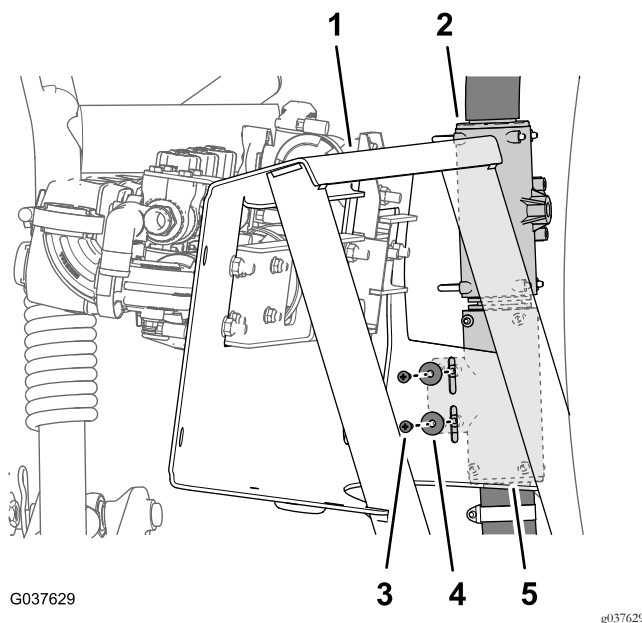

Figura 51
4. Alinhe os furos na união em T inferior com os orifícios na montagem da válvula (Figura 51).